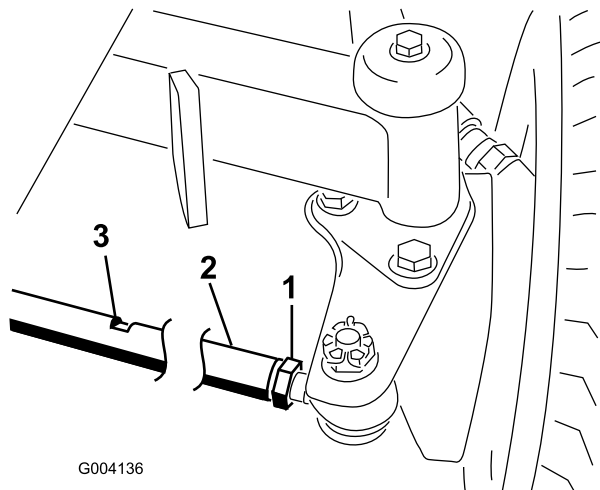

図 70
- 各タイ・ロッド (図 70) の端についているジャムナットをゆるめる。